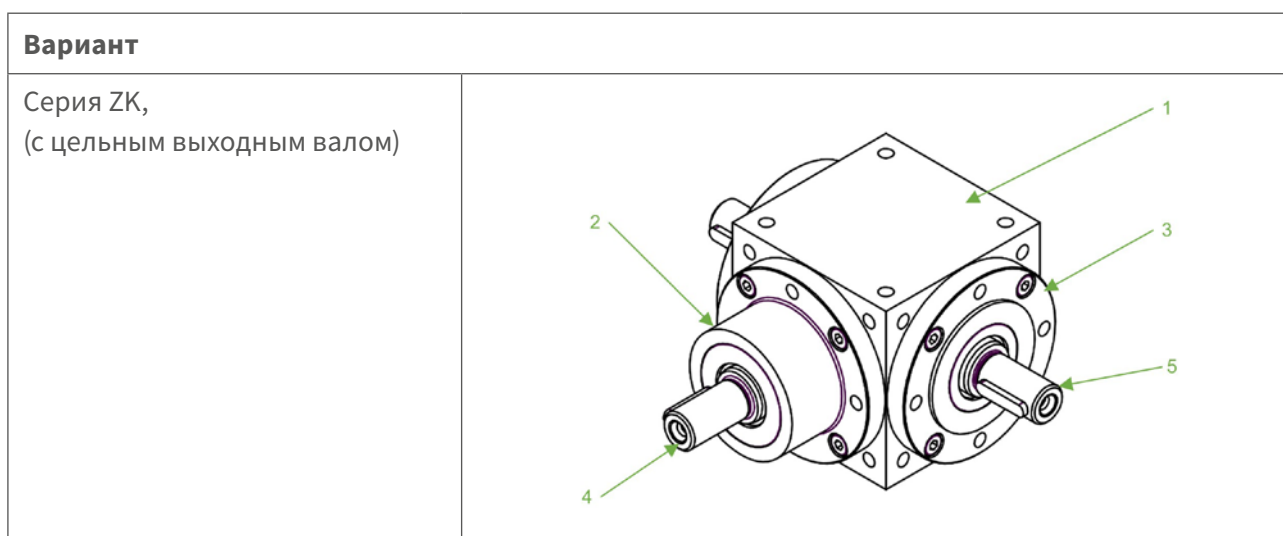

Рис. 4: Серия ZK с цельным выходным валом
- 2. Ослабьте уплотнительную заглушку, расположенную в месте для установки смотрового стекла (рис. 4).